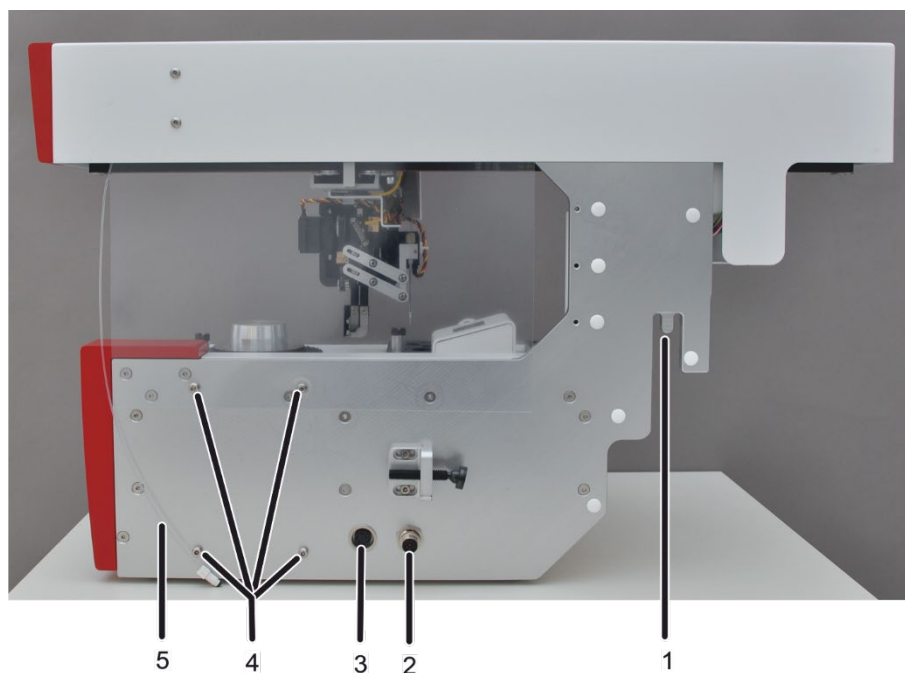
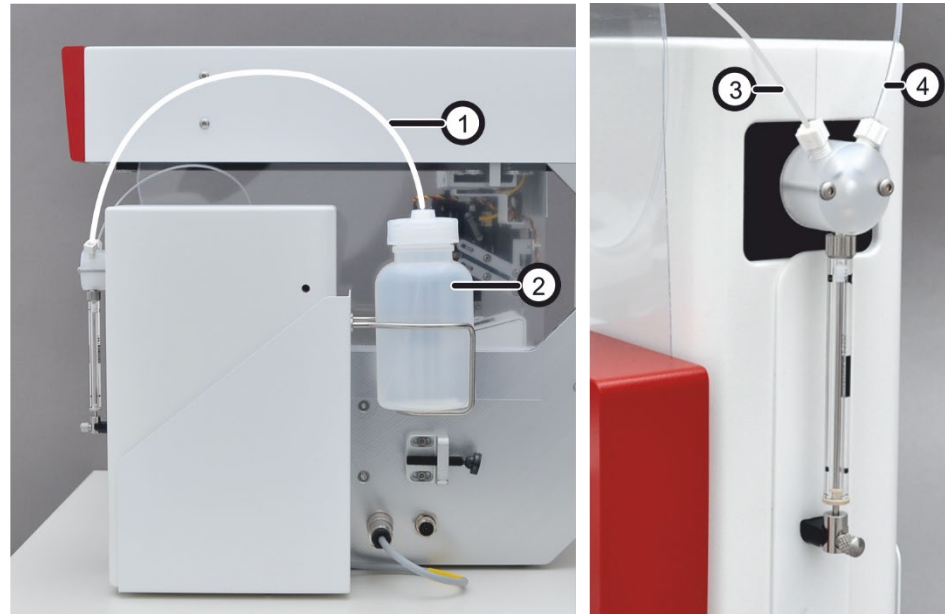

Imagen 13 SSA 600 - Conexiones y elementos funcionales en el equipo base
Imagen 14 Instalación del dosificador de líquidos
5. Establecer la conexión eléctrica del SSA 600 con el EAA a través de la conexión en la parte derecha del cargador de muestras (2 en Imagen 13).
7. Enganchar el dosificador de líquidos en los 4 tornillos en la parte derecha del SSA 600 (4 en Imagen 13).
8. Conectar eléctricamente el dosificador de líquidos al SSA 600 a través del zócalo de conexión (3 en Imagen 13).
9. Fijar la manguera de dosificación (5 en Imagen 13) en la conexión izquierda de la jeringa de dosificación (3 en Imagen 14).
10. Fijar la manguera para la solución de lavado a la derecha en la jeringa de dosificación (4 en Imagen 14). Colocar la botella con la solución de lavado (2 en Imagen 14) en el soporte.
Sumergir la manguera (1 en Imagen 14) en la solución de lavado a través del orificio en la tapa de la botella.